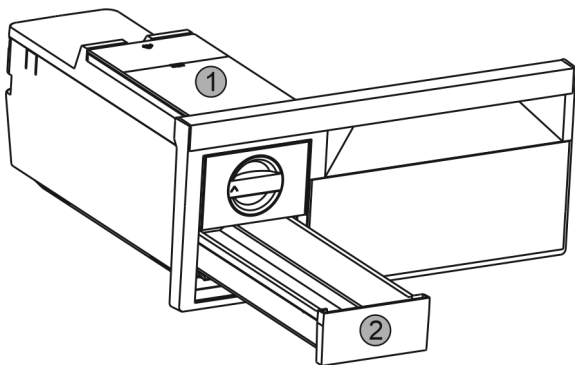

Fig. 37
- ▶ Odstranite rezervoar za vodo Fig. 37 (1) in predal za led Fig. 37 (2).